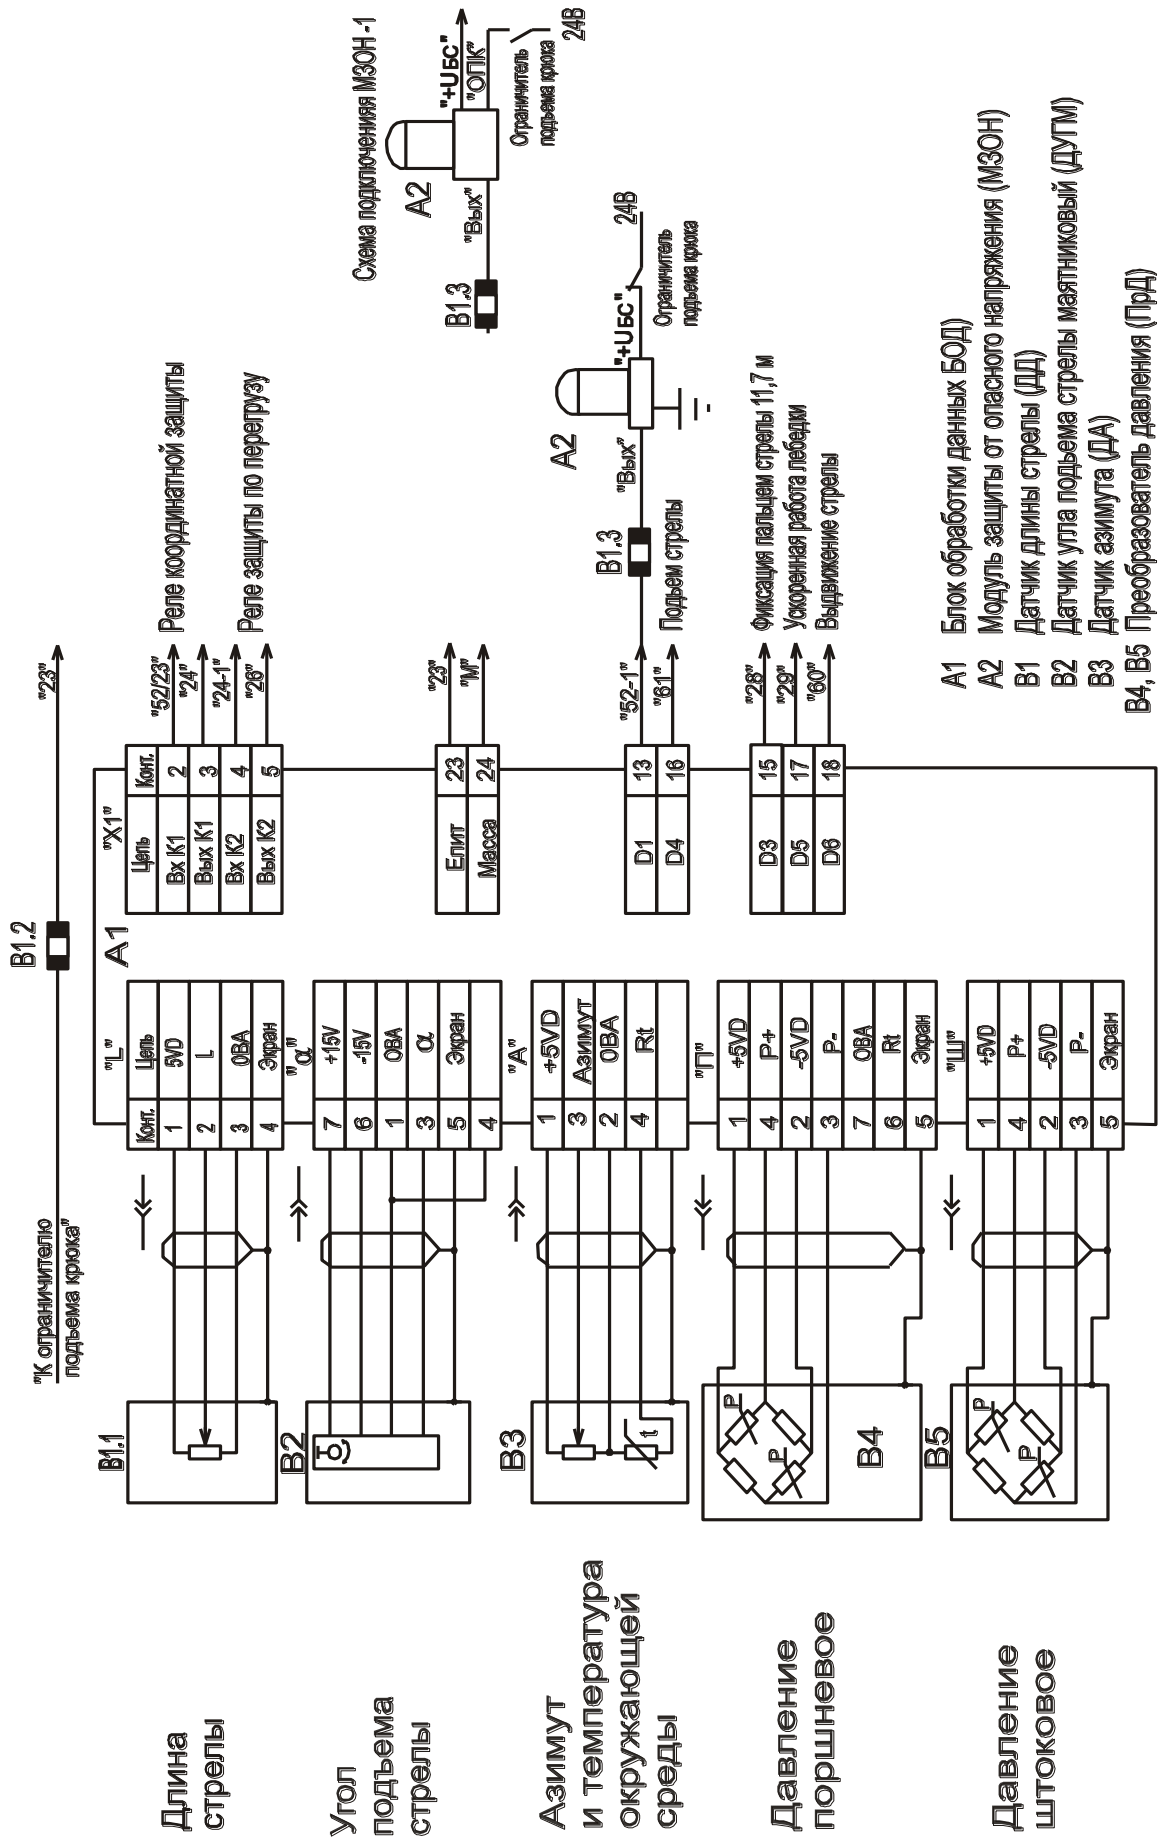

Рисунок 2 - Схема включения ограничителя ОНК-140 на кране
1.4.2 ОНК подключается к системе управления крана (см. рисунок 2) посредством разъемов: через разъем Х1 БОДа проходят цепи управления исполнительными механизмами, цепи питания изделия, сигналы с концевых выключателей, связанных с ручками управления крана; датчики подключаются к прибору через индивидуальные разъемы.